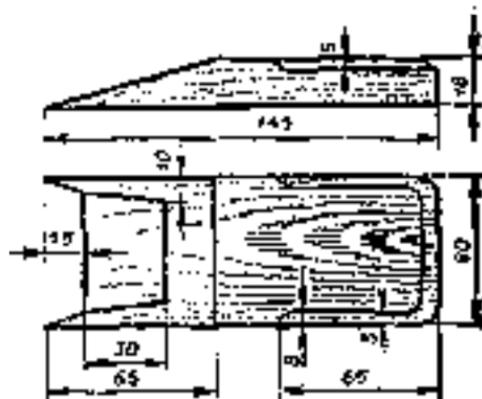

Рис. 154. Лезвие для крепления ножа фуганка.
10. Изготовить и подогнать лезвие для крепления ножа (рис. 154).